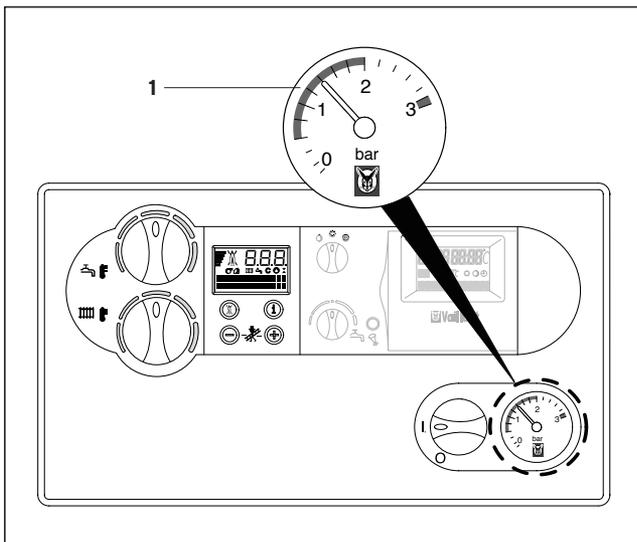

Abb. 3.6 Wasserstand kontrollieren
3.2.2 Wasserstand kontrollieren (Abb. 3.6)
- Kontrollieren Sie den Wasserstand (Fülldruck) der Anlage am Manometer (1).